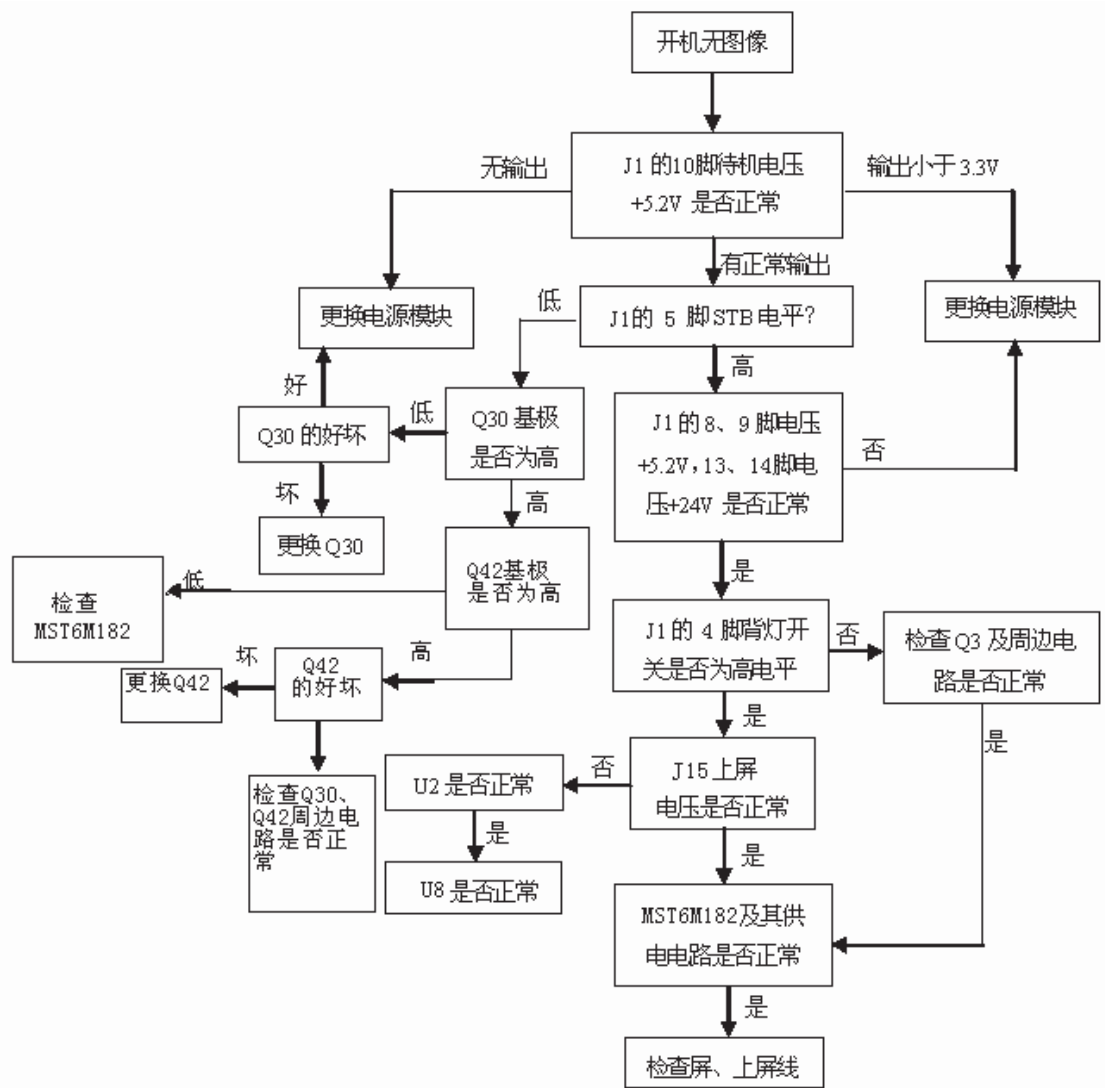

图 25 开机无光、无图维修流程
1、正常通电开机三无(包含无开机画面、无指示灯、无背光)检查维修流程入图 25: